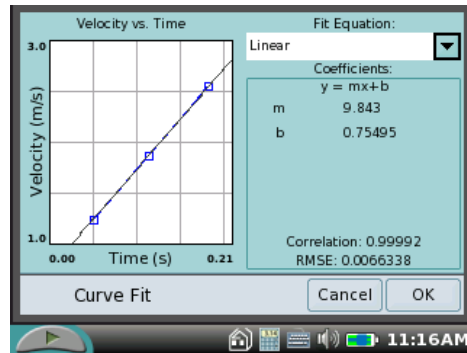

Fig 2
- Selecteer Lineair in het veld Kies Fit.Op het scherm zie je nu de vergelijking van de lijn  $y = mx + b$  ( Fig.2).